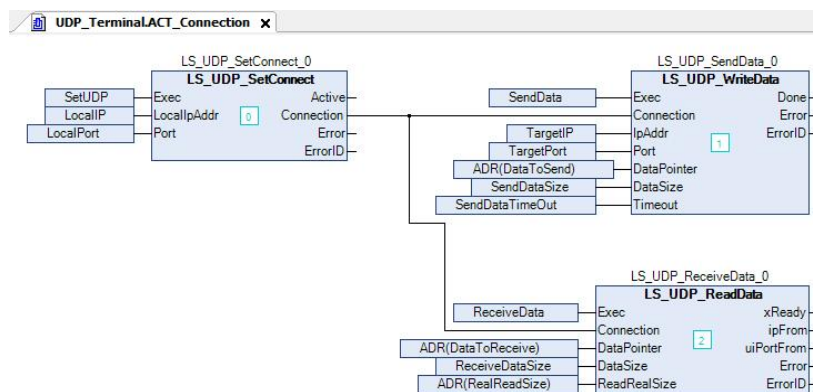

图4.75 启动控制器UDPIP服务主体程序
- 2) 在设备栏右击主程序“UDP_Terminal”，新建一个动作ACT_Connection，编程语言为连续功能图(CFC)，负责启动控制器UDP/IP服务(设定控制器IP为192.168.1.3，端口号为5000)以及收发数据主体(其中发送数据指令中目标IP和端口为PC机的IP以及测试工具设定的端口号)，并添加对应的参数，如图4.75所示；